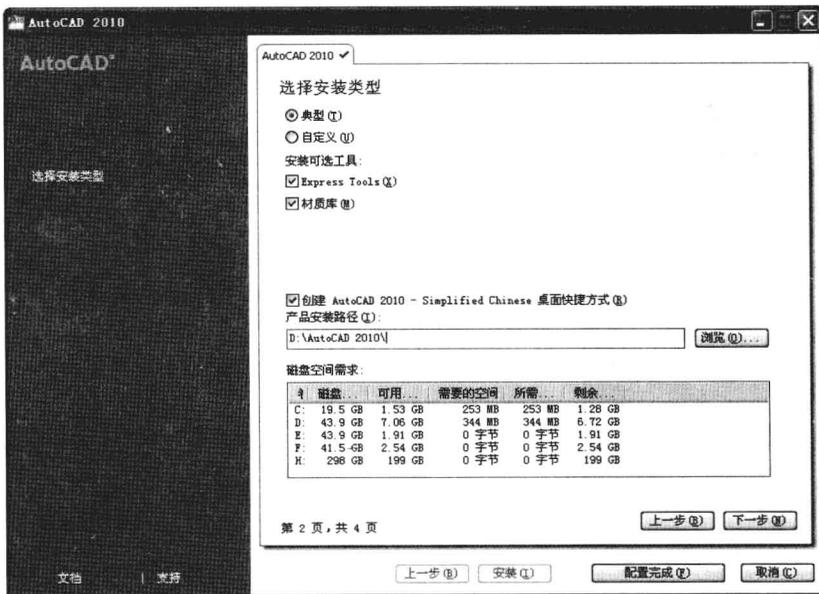

图 1-2-6
(6) 选中“典型”单选按钮，并勾选“Express Tools (X)”和“材质库”复选框，再选择产品安装路径，单击“配置完成”按钮，如图 1-2-6 所示。